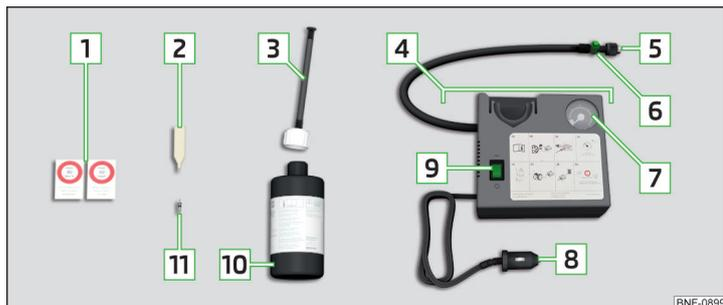

Fig. 156 Descripción del kit de averías
- ▶ Introducir el atornillador de inserto de válvula **2** » fig. 156 de la pág. 137 sobre el inserto de válvula de la manera que el inserto de válvula cabe en la ranura del atornillador de inserto de válvula.
- ▶ Enrosque fija la manguera de llenado del neumático **5** » fig. 156 de la pág. 137 sobre la válvula del neumático.
- ▶ Pegue la etiqueta adhesiva correspondiente **1** » fig. 156 de la pág. 137 sobre el tablero de instrumentos en el campo visual del conductor.